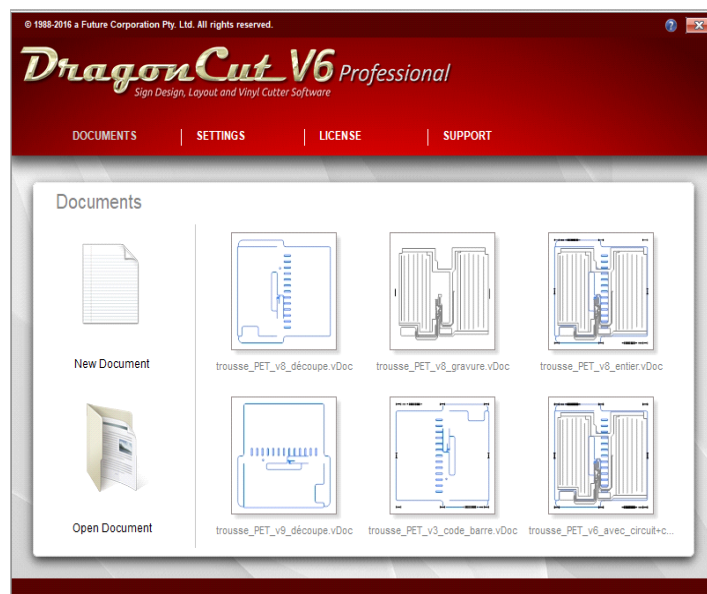

Figure 1. Création d'un nouveau document sur Dargon Cut V6
- 3- Ouvrir logiciel DragonCut et créer un nouveau document (Figure 1).